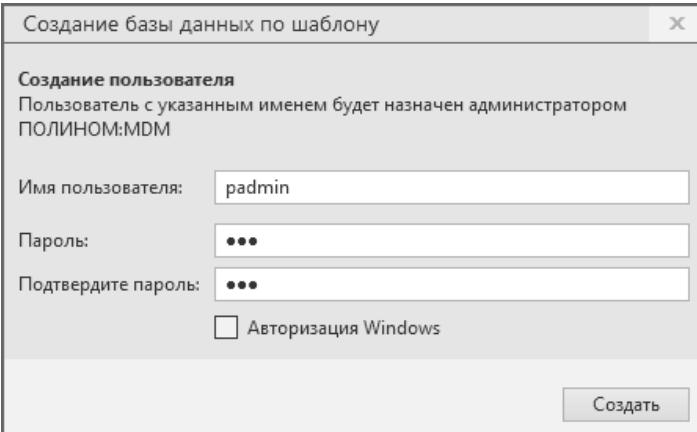

Рис. 4.42
7. Нажмите кнопку **Создать**. После создания базы данных откроется окно для регистрации пользователя и назначения ему прав администратора ПОЛИНОМ:MDM (рис. 4.42).